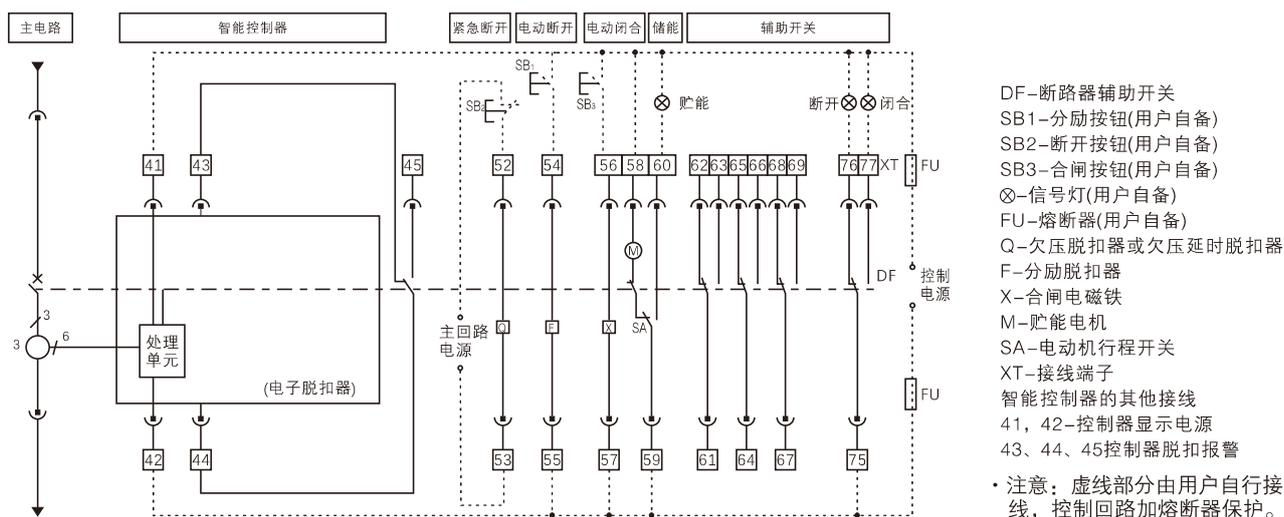

图13a 1000A、1600A L,M型智能型万能式断路器二次接线图
• CFW1-1000(200~1000A)、1600(1250~1600A)断路器L,M型二次回路接线图, 见图13a